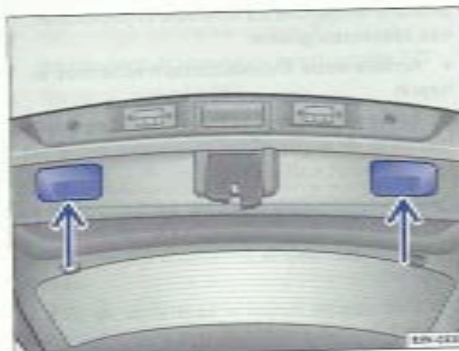

Fig. 34 Hayon ouvert : poignées concaves pour la fermeture
- Saisissez l'une des poignées concaves dans le revêtement intérieur du hayon → fig. 34 (flèche).